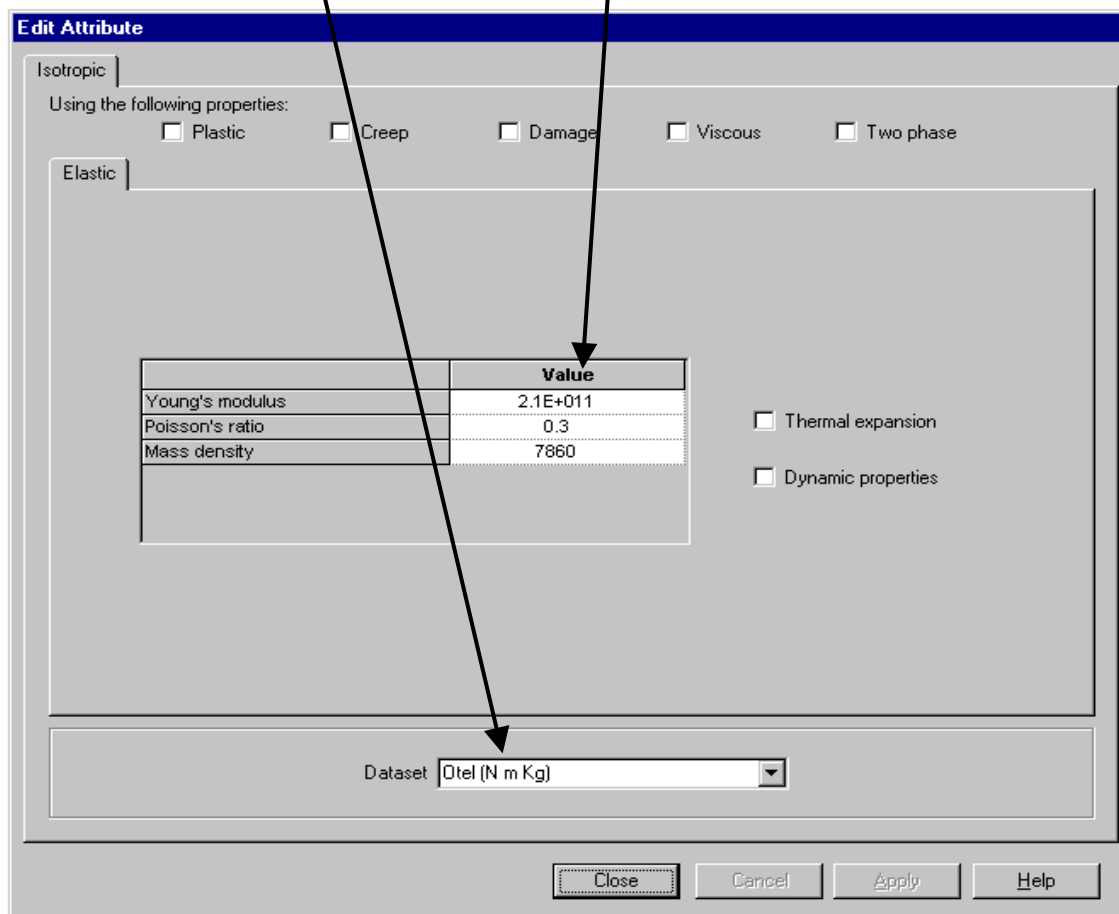

Fig. 17
- în caseta de dialog se definesc caracteristicile fizico-mecanice ale materialului (fig. 17)